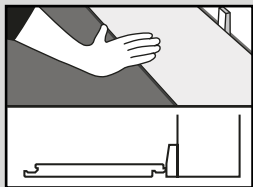

Abb. 1
1. Berechnen Sie ausgehend von einer vollständigen Diele/Fliese entlang der Wand, wie viele Reihen in den Raum passen. Wenn dies bedeutet, dass entlang der gegenüberliegenden Wand nur eine schmale Reihe Dielen/Fliesen passen würde, schneiden Sie die erste Reihe entsprechend zu. Verlegen Sie dieses Produkt so, dass die Federseite/Schnittkante zur Wand zeigt. Verwenden Sie 5-mm-Abstandsklötze zwischen Diele/Fliese und Wand (Abb. 1).